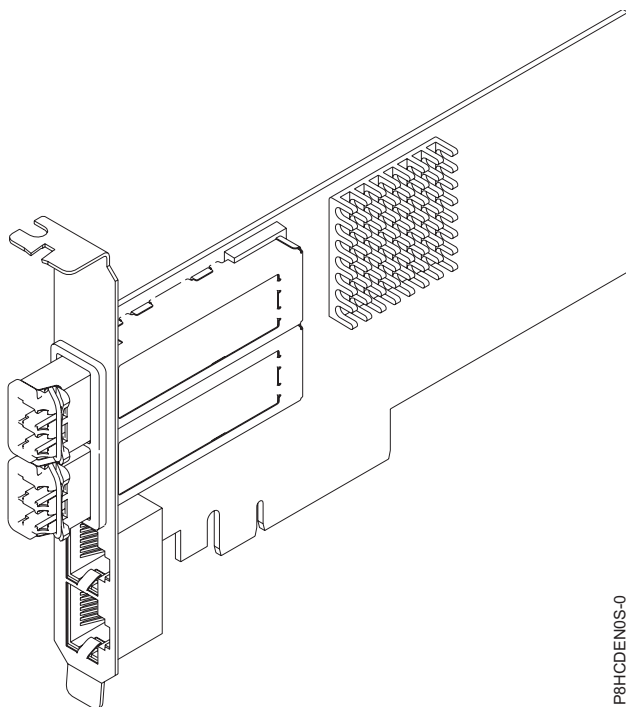

Figura 61. Adaptador FC EN0S
O adaptador de quatro portas fornece duas portas de transceptor ótico SR small form-factor pluggable (SFP+) de 10 Gb e duas portas Ethernet RJ45 de 1 Gb. As duas portas SR de 10 Gb têm conectores do tipo duplex little connector (LC). O transceptor ótico usa laser ótico de ondas curtas e é conectado com cabeamento de fibra MMF-850nm com conectores LC. Consulte “Cabos” na página 85 para obter mais informações sobre os cabos óticos. Cada porta de 10 Gb fornece conectividade Ethernet com uma taxa de dados nominal de 10 Gbps (gigabits por segundo). Figura 61 na página 84 mostra o adaptador FC EN0S.